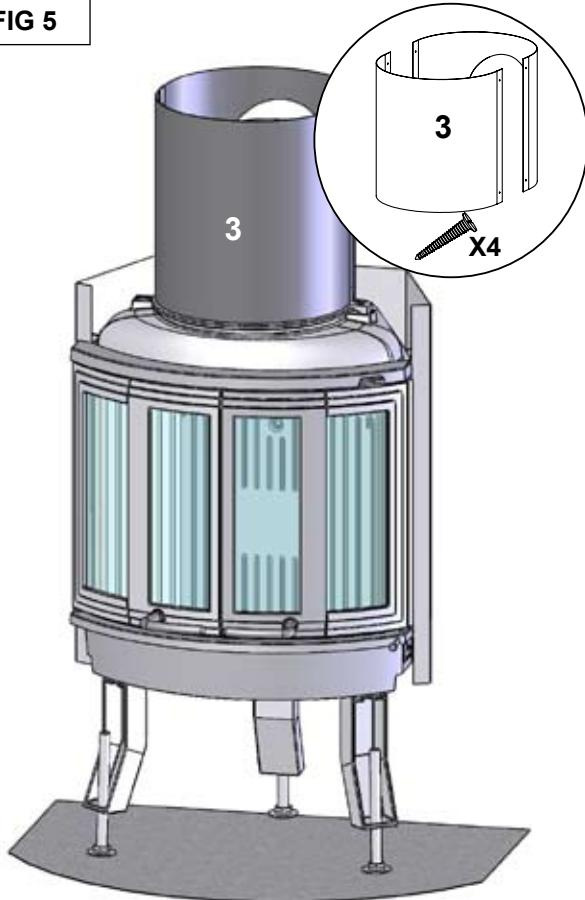

FIG 6
FIG 6: Montieren Sie die Basisplatte (1) und den Sockel (4) waagerecht im 90° Winkel zur Wand/Schornstein. Falls notwendig, behelfen Sie sich mit Keilen oder Pulverleim.